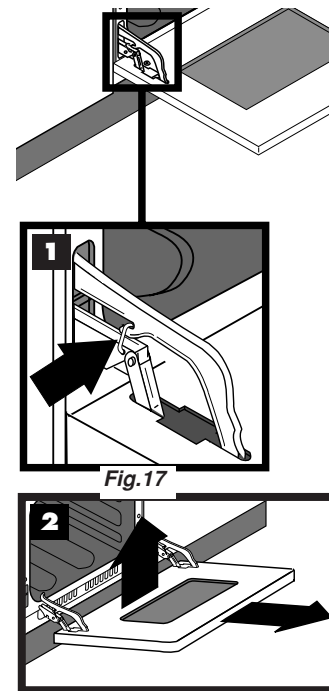

Fig.17
4. Lorsque vous remplacez la porte, remplacez les charnières dans leur emplacement. Poussez bien la porte et fixez les charnières grâce aux brides (Fig.17).